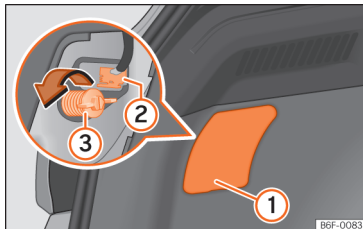
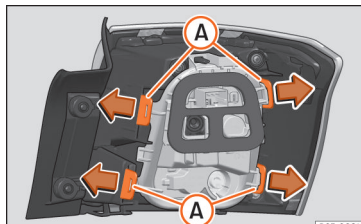

Fig. 51 Bagageira: acesso ao parafuso de fixação da unidade de luz traseira.
Fig. 52 Linguetas de fixação na parte posterior da unidade de luz traseira.
- Retire a tampa fazendo alavanca com o lado plano de uma chave de fendas no entalhe »» Fig. 51 ①.
- Retire o conector da lâmpada ②.
- Desenrosque com a mão ou com a ajuda de uma chave de fendas o parafuso de fixação do farolim ③.
- Desmonte o porta-lâmpadas desbloqueando as linguetas de fixação »» Fig. 52 A.